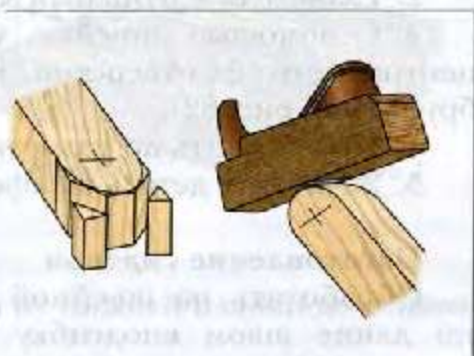

Рис. 83. Закругление рубанком нижней части ножки
4. Сделать рубанком закругление $R 15$ в нижней части ножки, предварительно отшлифвав углы бруска (рис. 83).